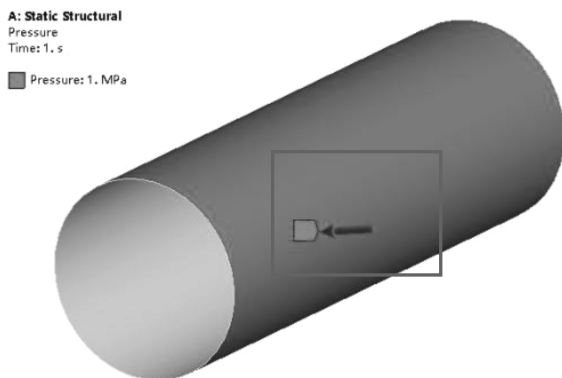

图 4-73 施加载荷
(1) 单击【Static Structural (A5)】。
(2) 施加载荷：在标准工具栏中单击，选择筒体外表面，接着在环境工具栏中单击【Loads】→【Pressure】→【Details of “Pressure”】→【Definition】→【Magnitude】= 1MPa，如图 4-73 所示。